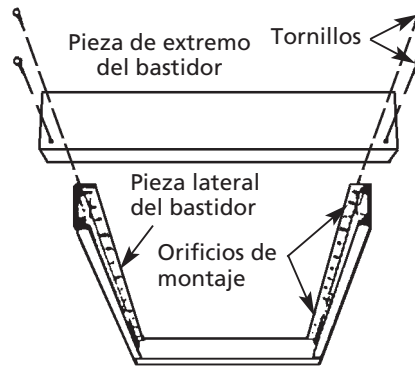

Figura 5
1. Instale las piezas de extremo del bastidor en las piezas laterales del bastidor usando los tornillos suministrados (consulte la Figura 5) antes de instalar el bastidor en el cielo raso.